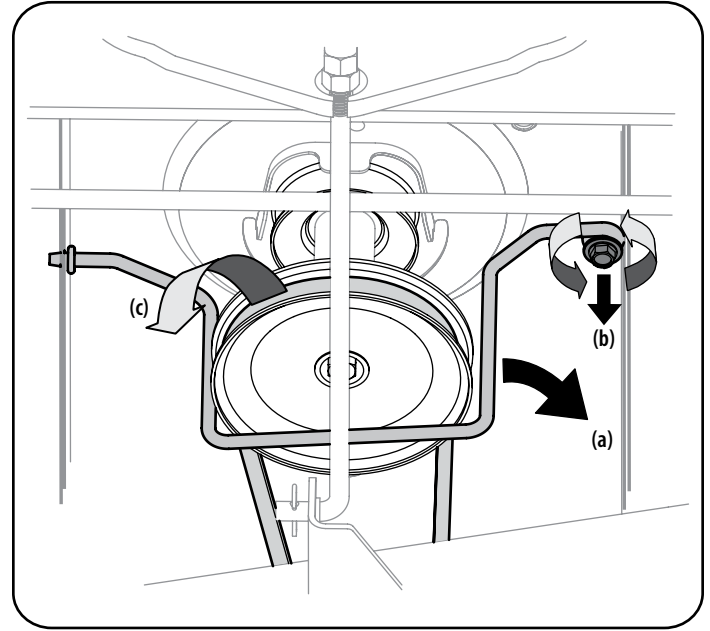

Figura 23
3. Retire la varilla del guardacorrea (a), alrededor de la polea del motor del tractor, sacando el tornillo autoroscante (b) que lo fija. Consulte la Figura 23.
4. Retire la correa (c) de alrededor de la polea del motor del tractor y de las poleas locas. Consulte la Figura 23.